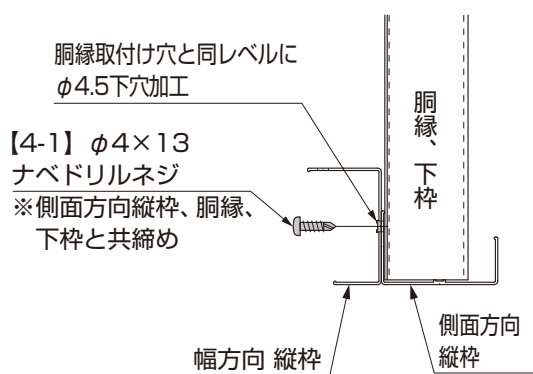

図6-3 平面図
- 幅方向縦枠は側面方向縦枠、胴縁、下枠と共締めしてください。(図6-3参照)